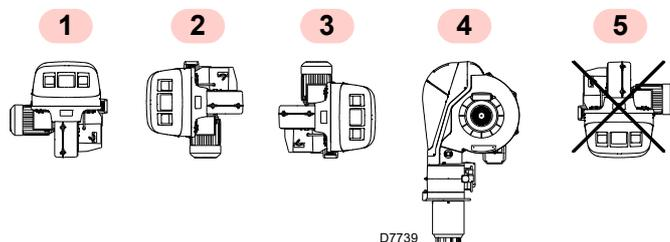

Fig. 9
- El quemador está preparado exclusivamente para funcionar en las posiciones 1, 2, 3 y 4 (Fig. 9).